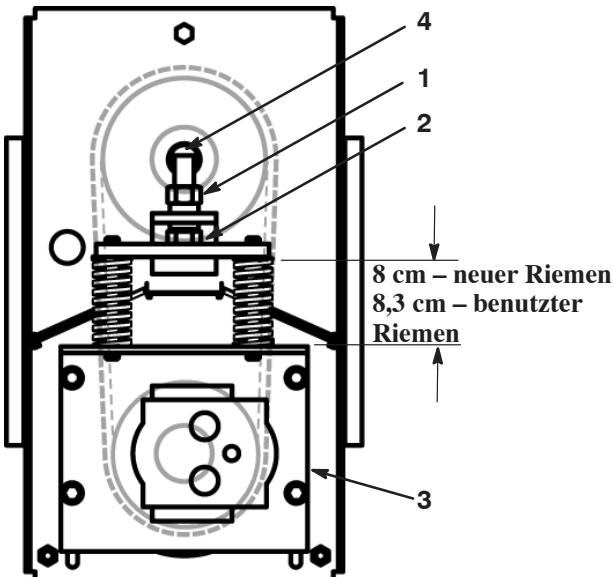
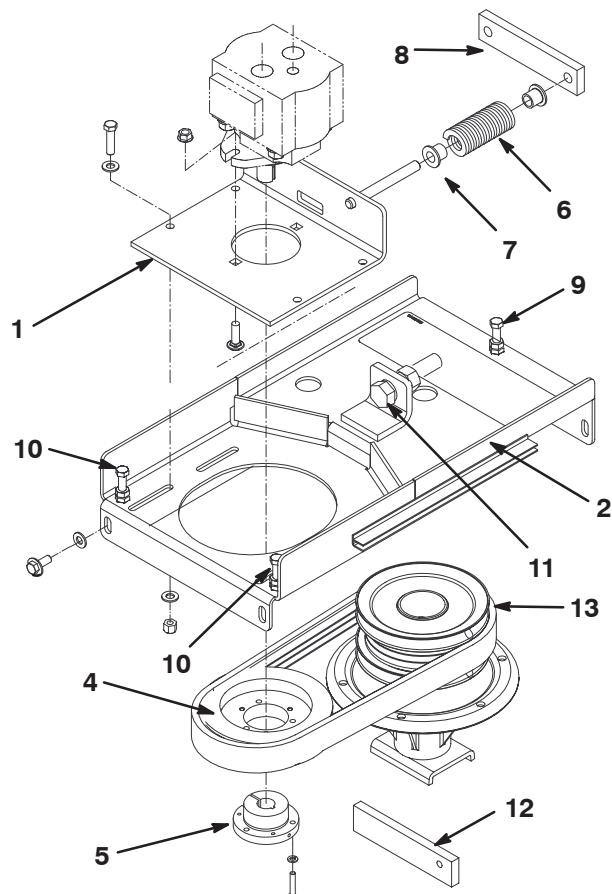

Bild 66
Bild 68
3. Lösen Sie die Klemmmutter und lösen Sie die Spannung der Federn mit der Spannschraube (Bild 66).
4. Lösen Sie die vier (4) Kopfschrauben, mit denen die Schiebeplatte an der Motorbefestigung befestigt ist (Bild 66).
5. Ziehen Sie die Spannschraube fest, bis die Federn auf die Maße komprimiert sind, die in Bild 66 angegeben sind.
6. Ziehen Sie die Klemmmutter an, um die Einstellung zu arretieren (Bild 66).
7. Ziehen Sie die vier (4) Kopfschrauben an, mit denen die Schiebeplatte an der Motorbefestigung befestigt ist (Bild 66).
2. Lösen Sie die Klemmmutter und lösen Sie die Spannung der Federn mit der Spannschraube (Bild 68).
4. Drehen Sie die Mutter auf die Einstellschraube, schrauben Sie dann die Einstellschraube hinten in die Motorbefestigung (Bild 68).
5. Lösen Sie die vier (4) Kopfschrauben, mit denen die Schiebeplatte an der Motorbefestigung befestigt ist (Bild 68).
6. Nehmen Sie die vier (4) Kopfschrauben und Scheiben ab, mit denen die Motorbefestigung am Mähwerk befestigt ist (Bild 68).
8. Positionieren Sie die Motorbefestigung auf das Mähwerk und verlegen Sie gleichzeitig den Riemen um die Spannscheibe (Bild 68). Achten Sie darauf, dass Sie nicht die flexiblen Hydraulikschläuche verbiegen, verdrehen, abknicken oder beschädigen.
9. Befestigen Sie die Motorbefestigung mit den vorher abgenommenen vier (4) Kopfschrauben und Scheiben lose am Mähwerk.
10. Prüfen Sie die Antriebsscheibenhöhe (Bild 68) wie folgt:
- Schieben Sie die Höhenmesslehre (Bild 68) unter die Antriebsscheibe (nicht unter die Spannbüchse).
- Ziehen Sie die drei (3) Einstellschrauben gleichmäßig an oder lösen Sie sie (Bild 68), bis die Scheiben unten flach an der Höhenmesslehre anliegen (ungefähr 3,8 cm).
- Ziehen Sie die vier (4) Kopfschrauben und Scheiben fest, mit denen die Motorbefestigung am Mähwerk befestigt ist.
11. Ziehen Sie die Spannschraube fest, bis die Federn auf die Maße komprimiert sind, die in Bild 66 angegeben sind.
12. Ziehen Sie die Klemmmutter an, um die Einstellung zu arretieren (Bild 66).
- 13.** Ziehen Sie die vier (4) Kopfschrauben an, mit denen die Schieberplatte an der Motorbefestigung befestigt ist (Bild 66).
4. Lösen Sie die vier (4) Kopfschrauben, mit denen die Schiebeplatte an der Motorbefestigung befestigt ist (Bild 68).
5. Nehmen Sie die vier (4) Kopfschrauben ab, mit denen die Motorbefestigung am Mähwerk befestigt ist (Bild 68).